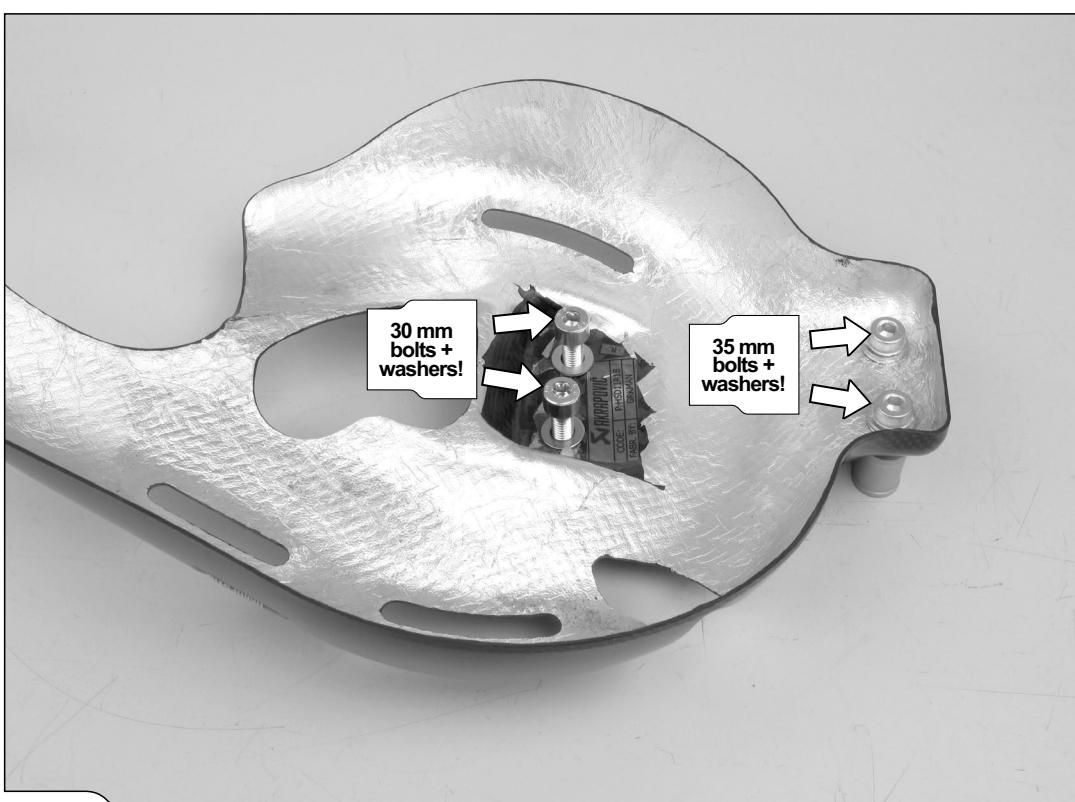

Figure 32
6. Solo per uso senza pedane passeggero: installare il paracalore sul telaietto utilizzando distanziali, bulloni e rosette contenuti nel kit di installazione Akrapovič (Figure 32, 33, 34).
6. For use without passengers foot rests only: install the heat shield onto the sub-frame using spacers, bolts and washers from Akrapovič installation kit (Figure 32, 33, 34).